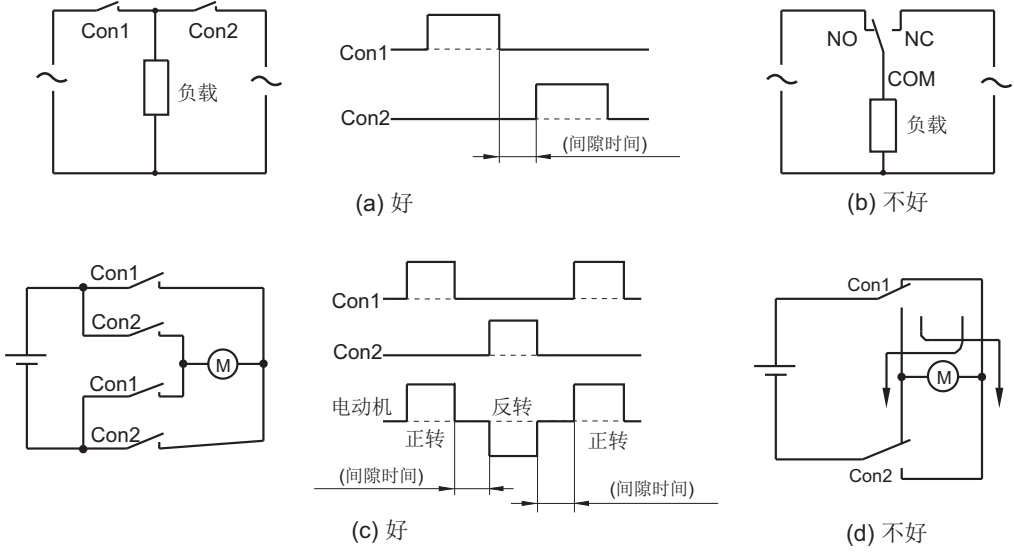

图 5
在电路中，应考虑以下几点(参见图5):
1) 一般继电器的触点间隙都比较小，应考虑到可能由于触点间电弧引起短路的情况。请不要使用图5(b)的电路。推荐使用图5(a)所示电路，并在触点Con1和Con2动作之间设定一定的间隔时间。
2) 注意不要使用图5 (d)所示的用两组转换触点构成电动机正、逆转电路。推荐使用图5 (c)所示电路，但是请不要对触点施加过电流，以防止由于无法拉断电弧导致NO, NC触点发生短路，进而引起电源短路。